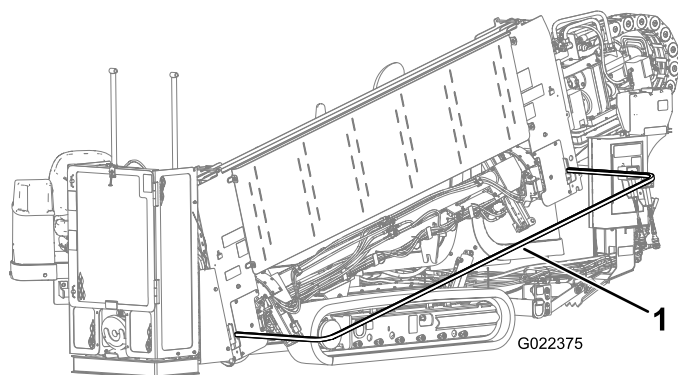

Figure 41
4. Abaissez la barre de sécurité pour piétons et fixez-la en place (Figure 41).